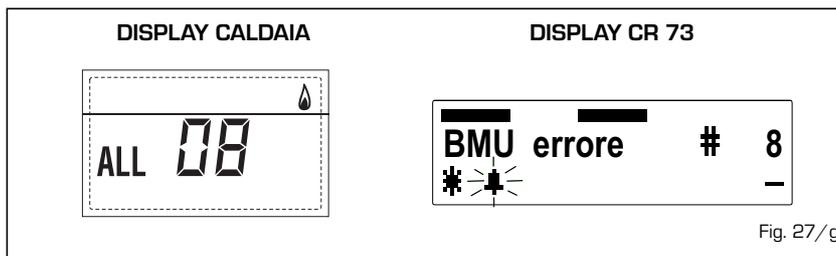

Fig. 27/g
- **ANOMALIA CIRCOLAZIONE ACQUA "ALL 09 - # 9" (fig. 27/h)**